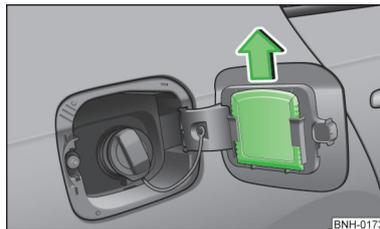

Fig. 109
- Spingere fuori il raschietto nella direzione indicata dalla freccia » fig. 109.